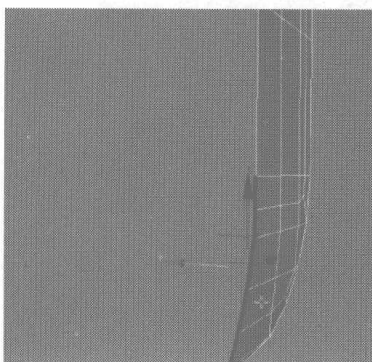

图 4.77
- 27** 选择手机盖内侧的面, 将其删除, 如图 4.77 所示, 然后在 Front 视图中适当地添加一些细分线并细致